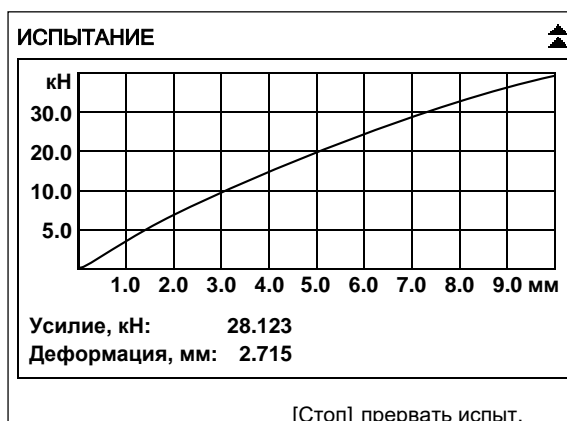

Рисунок 26 – График
- 4.5.6.6 После того, как нагрузка на образец превысит величину, заданную параметром «Порог касания» в меню настроек (п.4.10.1, страница 29), на дисплее отображается график (рисунок 26).